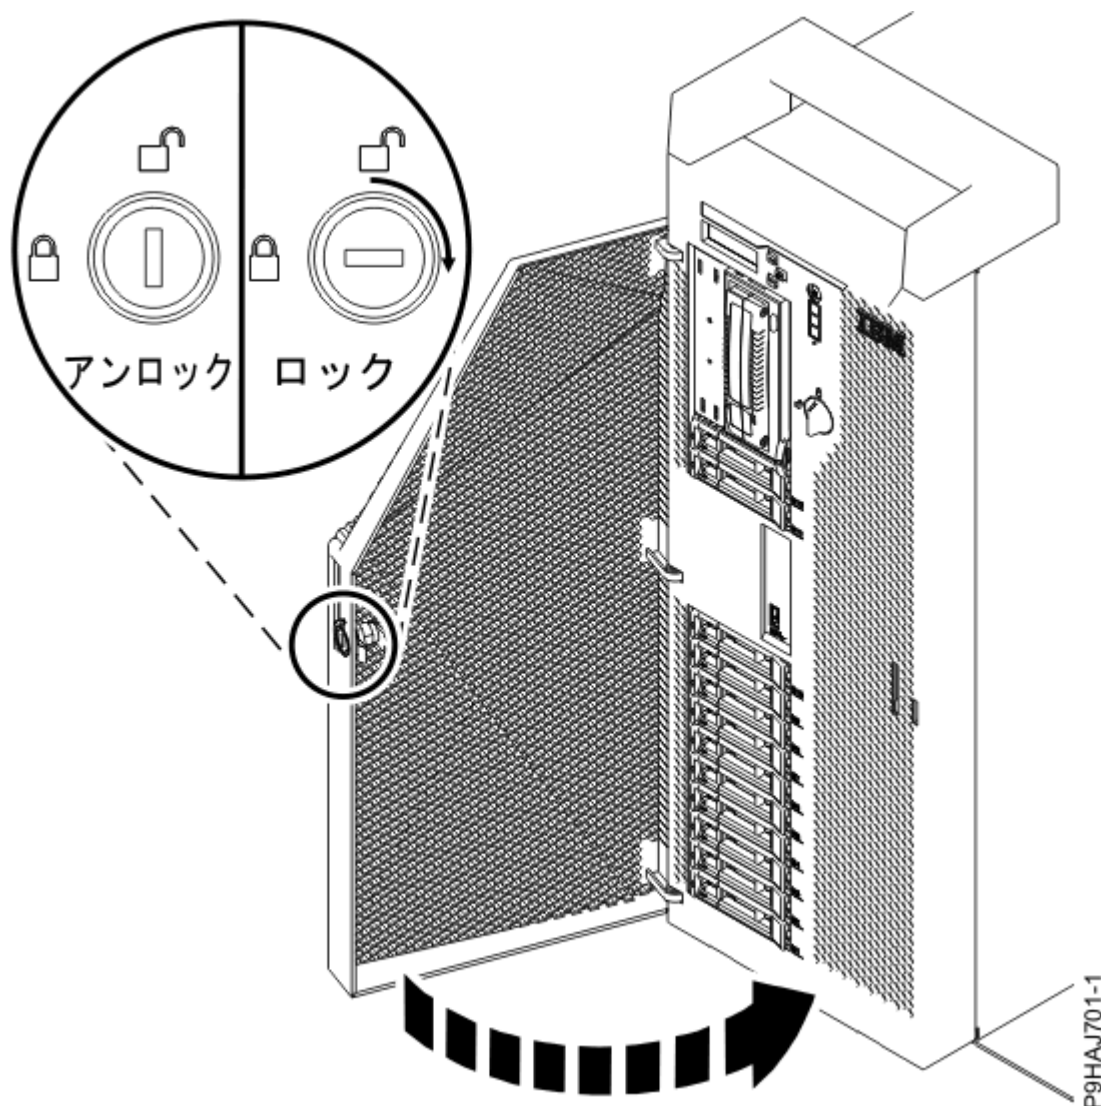

図 91. 前面ドアのロックング
- e) 前面ドアを閉じます。前面ドアの鍵をロックに差し込みます (95 ページの図 91 を参照)。鍵を右 (時計回り) にひねって、ドアをロックします。水平方向がロック状態で、垂直方向がアンロック状態です。